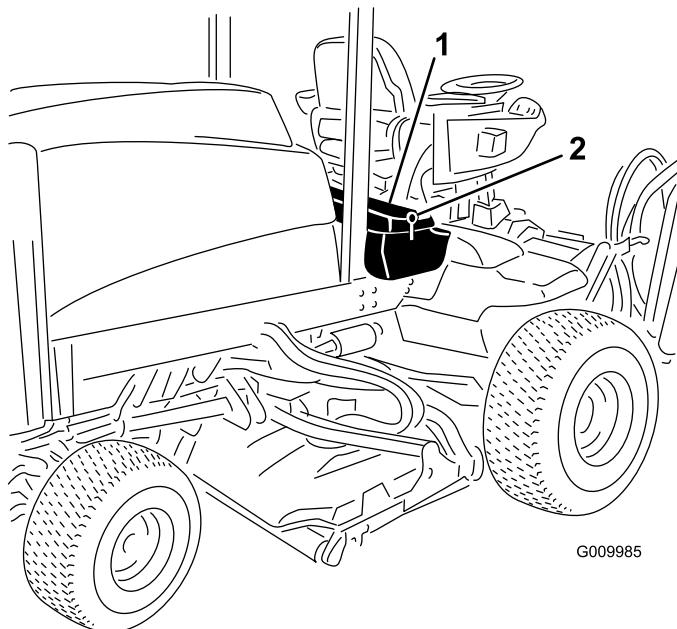

図 36
- 運転席のコンソール・パネルのラッチを外して持ち上げる（図 36）。